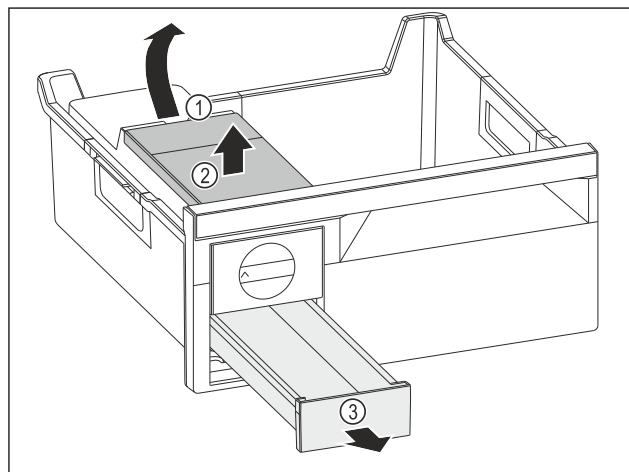

Fig. 81
- ▶ Vyjmutí nádržky na vodu: Zvedněte nádržku na vodu za vybrání Fig. 81 (1).
- ▶ Nádržku na vodu Fig. 81 (2) vyjměte nahoru.
- ▶ Zásuvku na kostky ledu Fig. 81 (3) vyjměte dopředu.